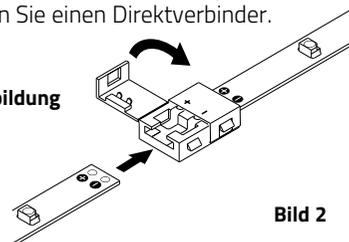

Bild 2
2. Verschluss des Direkt-/Einspeisungsverbinders öffnen (Bild 2+3).
3. Direkt-/Einspeisungsverbinder auf das Ende des VARDIFLEX LED-Strips stecken (Polung beachten) und den Verschluss schließen (Bild 2+3).